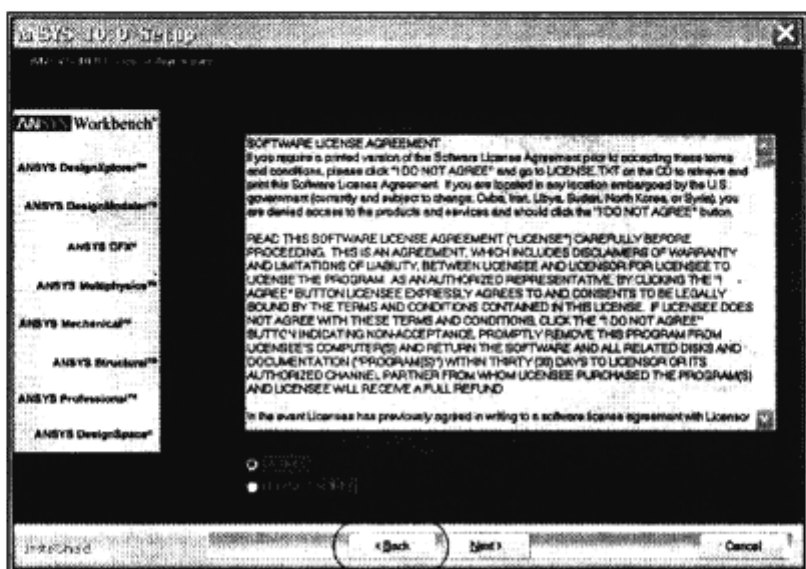

图 1-3 ANSYS 安装许可授权界面
③ 出现 ANSYS 安装许可授权界面如图 1-3 所示，选择 I AGREE，单击 Next 按钮进行下一步安装。